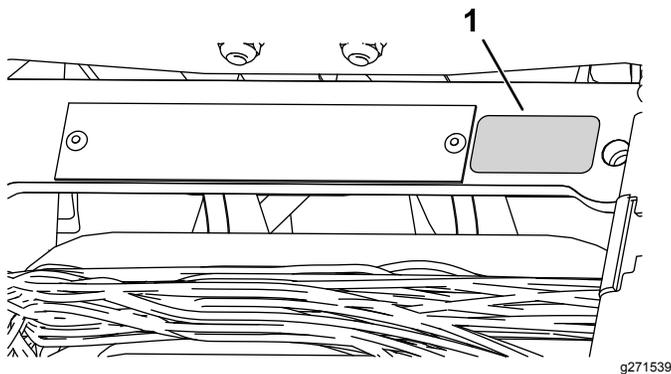

Рисунок 12
- Приклейте наклейку, указывающую год выпуска, рядом с табличкой с серийным номером (Рисунок 12).